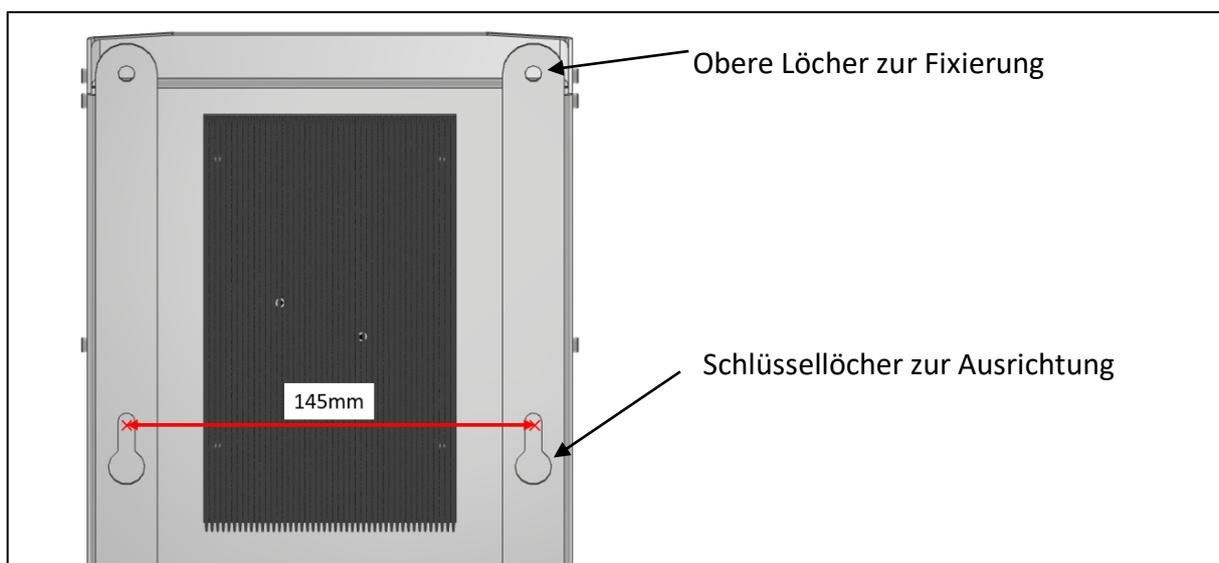

Abbildung 12: Rückansicht des Nexol Energy Controllers
Für die einfache Montage des Nexol Energy Controller sind auf dessen Rückseite zwei Schlüssellöcher eingebracht (vgl. Abbildung 12).
1. Anzeichnen der Bohrlöcher mit einem Abstand von 145mm (vgl. Abbildung 12).